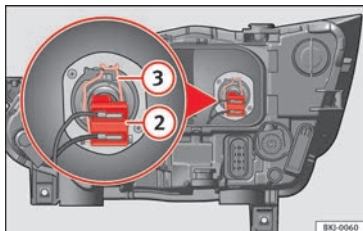

Abb. 112 Im Motorraum: Glühlampe Ablendlicht.
- Ziehen Sie den Stecker von der Lampe » **Abb. 112** ② ab.
- Nehmen Sie die Haltefeder » **Abb. 112** ③ durch Eindrücken und Rechtsdrehung ab.